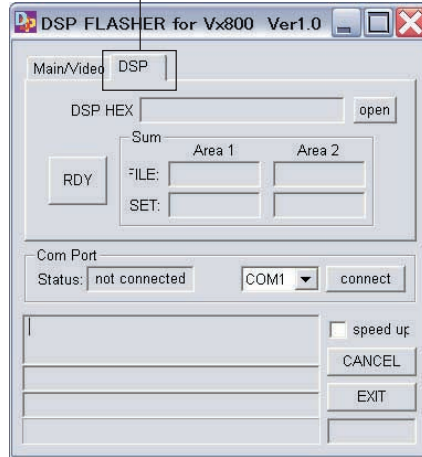

Fig. 10
1. Start up “DSP\_FLASHER\_Vx800\_v1.0.exe” of the PC. (Fig. 10)
2. Select “DSP”. (Fig. 10)
1. “DSP\_FLASHER\_Vx800\_v1.0.exe”を起動します。(Fig. 10)
2. 「DSP」を選択します。(Fig. 10)